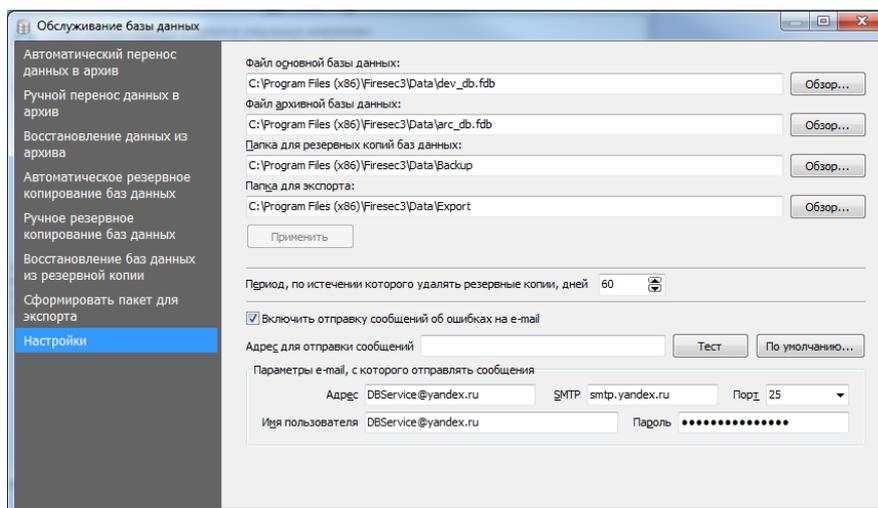

Рис. 14 Вкладка Настройки
- Во вкладке **Настройки** указан путь к файлу с основной базой данных (рабочая база данных), к файлу с архивной базой данных (часть данных, которая уже отправлена в архив), к папке с резервной копией баз данных (рабочая и архивная часть программы), и к папке для экспорта (Рис. 14). Данные папки с файлами уже существуют в папке с ПО FireSec, поэтому путь к ним задан по умолчанию. Также существует возможность указать для размещения данных сторонние файлы с помощью кнопки **Обзор**, после чего нажать кнопку **Применить**.